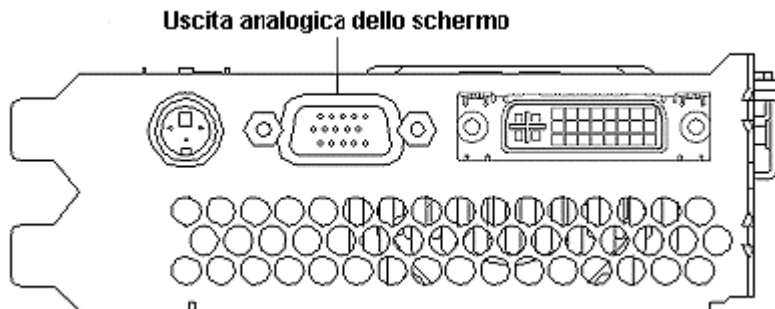

Figura 3. Porta di uscita analogica della scheda Wildcat 4110 PRO
2. Collegare il cavetto dello schermo alla porta di uscita della scheda 3Dlabs Wildcat 4110 PRO. Per informazioni inerenti al tipo di connessione richiesta per lo schermo, fare riferimento alla documentazione fornita alla consegna. Il collegamento viene normalmente stabilito tra la porta di uscita analogica (vedi la Figura 3) ed il cavetto dello schermo.